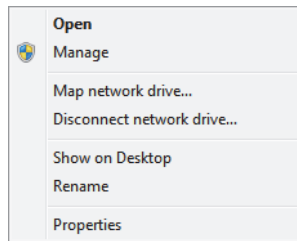

Figura 7-24 Menu de atalho para o ícone Computador (Windows 7)
2. No menu de atalho, clique em **Gerenciar** (veja Figura 7-24 na página 236).